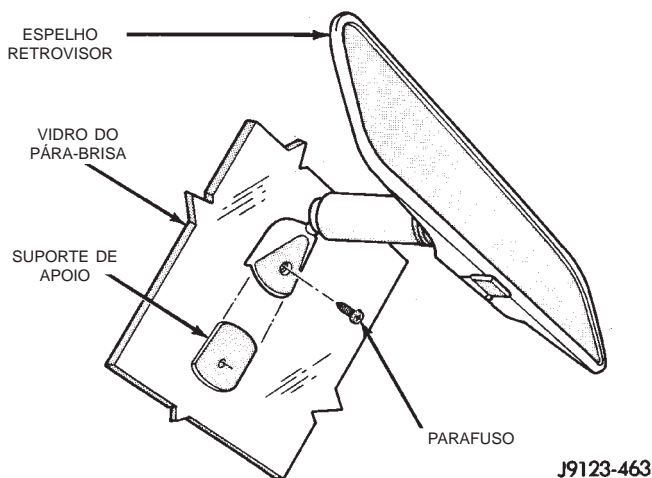

Fig. 90 Espelho Retrovisor
- (1) Solte o parafuso da base do espelho (Fig. 90).
- (2) Deslize a base do espelho para cima e para fora do suporte.